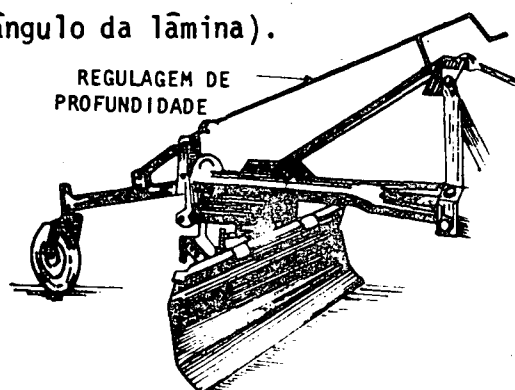

Fig. 2
- c Regule a profundidade de corte com a alavanca do sistema hidráulico do trator e a roda traseira do implemento (fig.2).